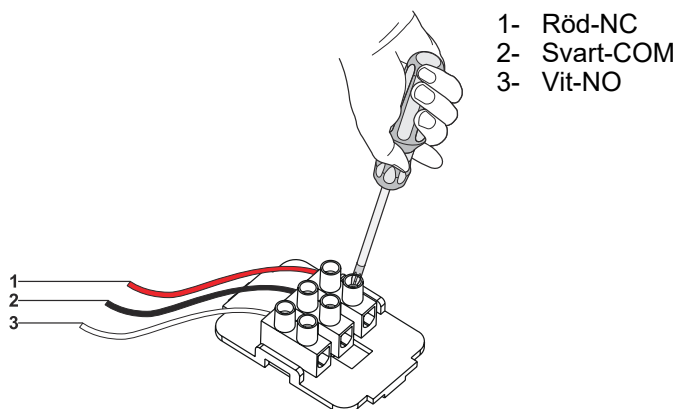

Fig. 23
- 1. ➔ **NC / COM:** När dessa 2 anslutningar används och fläkten stängs av kommer fläkten skicka en signal till den anslutna enheten (Fig. 23).
- 2. ➔ **NO / COM:** När dessa 2 anslutningar används och fläkten sätts på kommer fläkten skicka en signal till den anslutna enheten (Fig. 23).